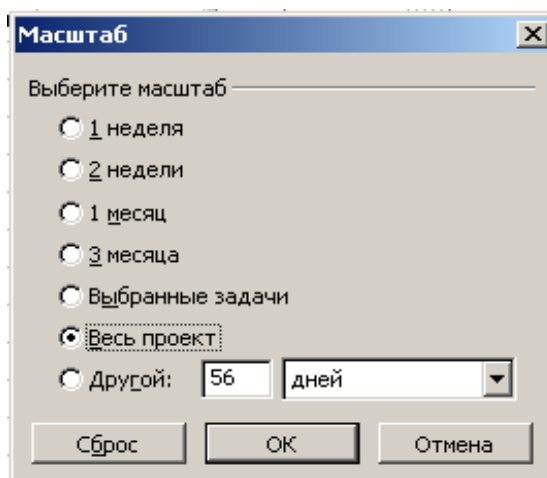

Рис. 2.23. Диалог **Zoom** (Масштаб)
- Выберите команду меню **View ⇒ Zoom** (Вид ⇒ Масштаб). На экране появится диалог Zoom (Масштаб) (рис. 2.23).